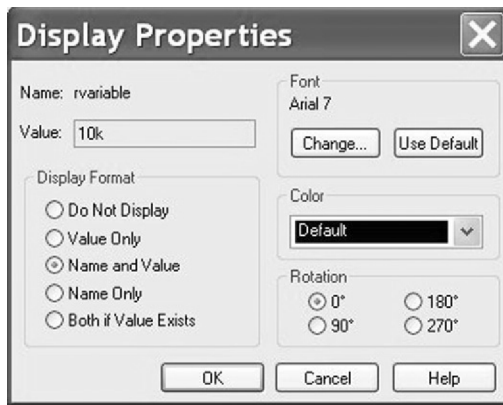

图 5.9 显示参数属性
6. 选定新参量 **rvariable**，然后对其进行显示属性设置。图 5.9 所示为 **Display Properties** 显示属性窗口，在显示格式对话框中选择 **Name and Value**，然后关闭属性编辑器。